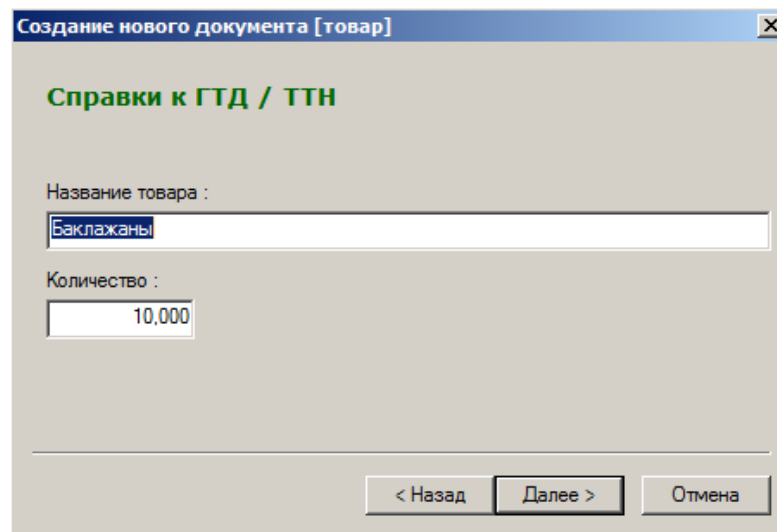

Рисунок 135 – Создание справки к ГТД/ТТН (3)
- Ввести количество и название товара, на которое выписывается данная справка. Под наименованием товара подразумевается название товара, данное производителем и оно не обязательно должно совпадать с наименованием артикулов в ТС (Рисунок 135):